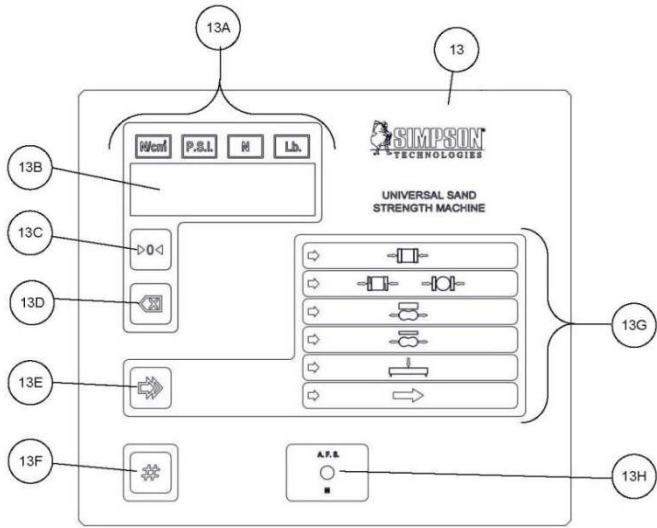

Figura 7.4: Panel Electrónico
6. Para cambiar de un registro al próximo, presione el botón “Comenzar” (Figura 7.4, Ítem 13F) y la pantalla digital avanzará al registro siguiente y a su correspondiente contenido.
7. Si el contenido de un registro es incorrecto, el mismo debe ser corregido. Para corregir el contenido de un registro, presione el botón “Blanquear Pantalla” (Figura 7.4, Ítem 13D) para subir el valor del contenido el botón “Selección de Prueba” (Figura 7.4, Ítem 13E) para reducir el valor. Después de pasar el registro 9, aparecerá el número 255 en la pantalla. Presione el botón “Comenzar” para volver al botón/mensaje “HELLO”.
8. La función del botón “Reinicio” configura la máquina en los parámetros de fabricación. Para retornar a los parámetros de fabricación, cuando aparezca el mensaje “Reinicio” en la pantalla digital presione el botón “Comenzar” (Figura 7.4, Ítem 13F). Después de presionar el botón “Comenzar”, mientras la pantalla digital muestra "Reinicio," todos los dígitos en la pantalla se iluminarán significando que la operación ha sido completada. Poco tiempo después, aparecerá nuevamente el mensaje "HELLO". Si se presiona cualquier tecla cuatro veces mientras se muestra este mensaje, reaparecerán sucesivamente los tres modos de Calibración. En este punto todos los parámetros han sido reiniciados a los valores originales del fabricante.